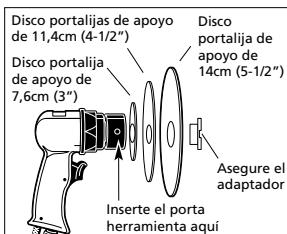

Figura 2
Se recomienda utilizar discos de resina de 7,6cm (3") o 15,2cm (6") con soportes no adhesivos. Los discos deben tener centros punzados con un diámetro de 22,2mm (7/8") para un acoplamiento adecuado. Para lograr un mejor respaldo cuando utilice discos de más de 7,6cm (3"), emplee todos los discos portalijas del mismo tamaño o más pequeños que el disco de resina (Véase figura 2). Para instalar el disco de resina, siga los procedimientos señalados.
1. Monte los discos portalija de apoyo tal como se muestra en la figura 2. Asegúrese que el centro hendido de los discos estén orientados hacia
3. Ajuste con la mano el seguro del adaptador, luego inserte la herramienta en el agujero tal como se muestra en la figura 2. Inserte un destornillador grande en la ranura sobre el seguro del adaptador y ájústelo firmemente.